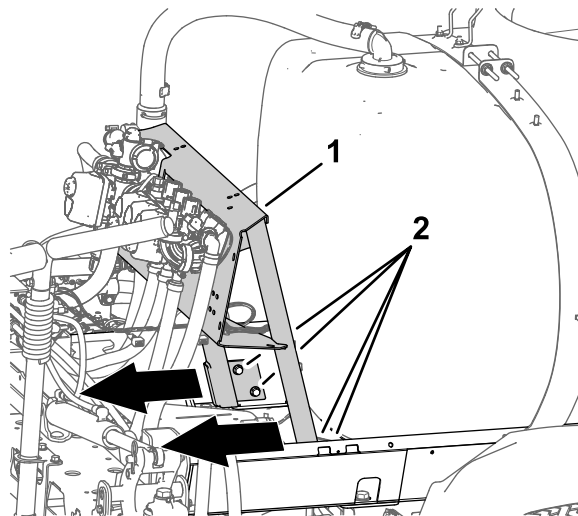

Bild 11
1. Lösen Sie die vier Bundkopfschrauben ($\frac{3}{8}$ " x 1") und die vier Sicherungsbundmutter ($\frac{3}{8}$ "), mit denen die Ventilbefestigung am Behälterrahmen befestigt ist (**Bild 11**).
2. Schieben Sie die Ventilbefestigung nach hinten (**Bild 11**).